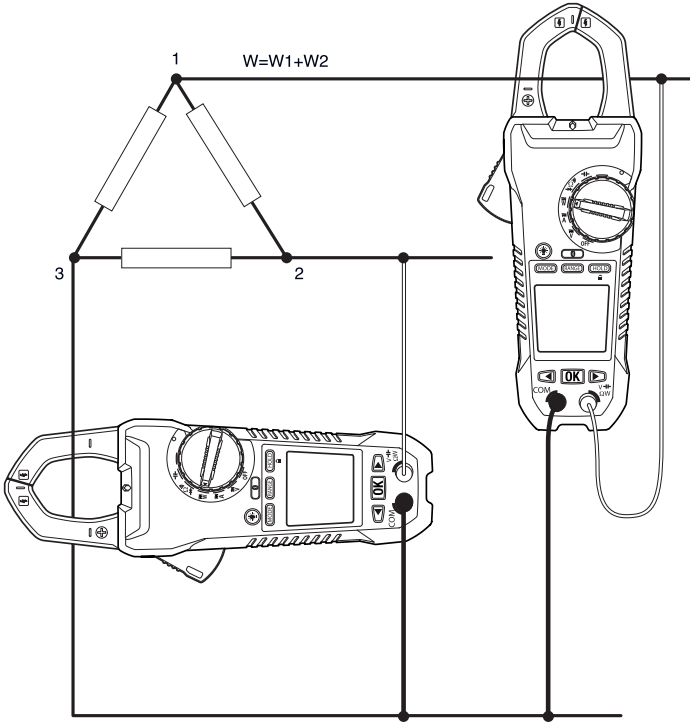

图5.4 三相三线测量
三相三角形配置的功率分两步测量，如图5.4 中所示。总功率是两次测量之和： $W = W1 + W2$ 。
3. 按照图5.4 中所示，测量两次有效功率。